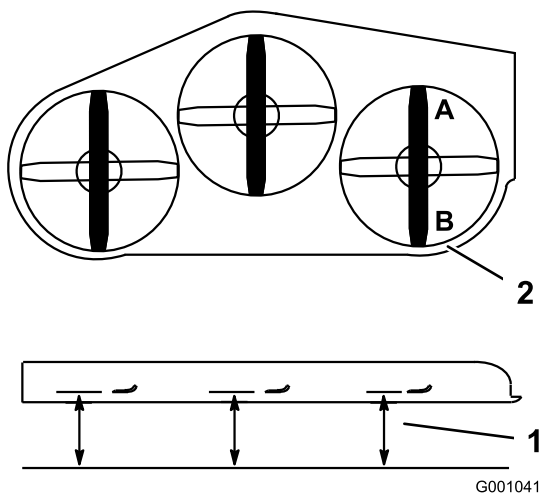

Figura 95
2. Coloque una cuchilla en posición longitudinal. Mida en las posiciones **A** y **B** desde una superficie nivelada hasta el filo de corte de los extremos de la cuchilla (Figura 95).